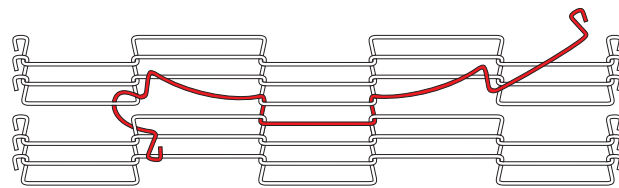

Abbildung 4
- Biegen Sie den Draht Richtung Mitte und führen Sie ihn um die Z-Biegung des unteren Gurtes in Richtung Mittelmasche ein (Masche E - Abbildung 4).